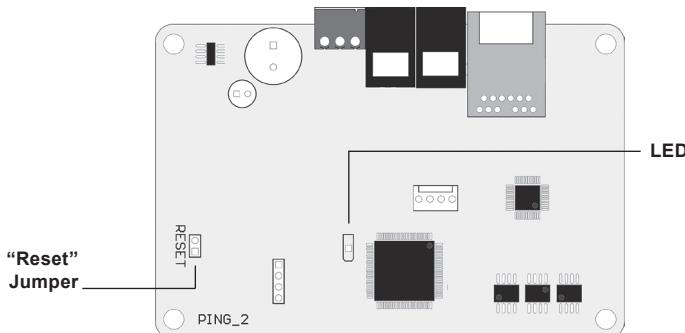

Bild 4a
2. setzen Sie den „Reset“-Jumper (Abb. 4a);
2. plaats de 'Reset' jumper (Afbeelding 4a);
3. schakel de voeding in en wacht tot de led begint te knipperen (Afbeelding 4a);